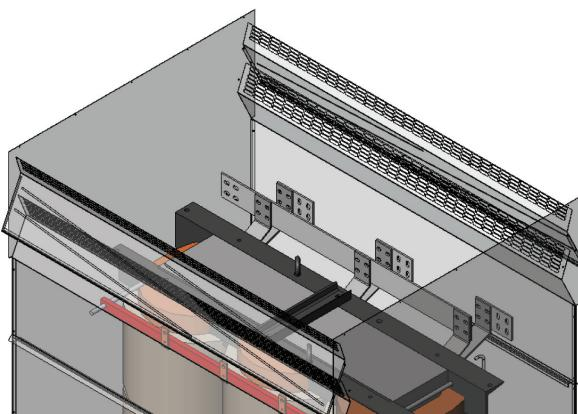
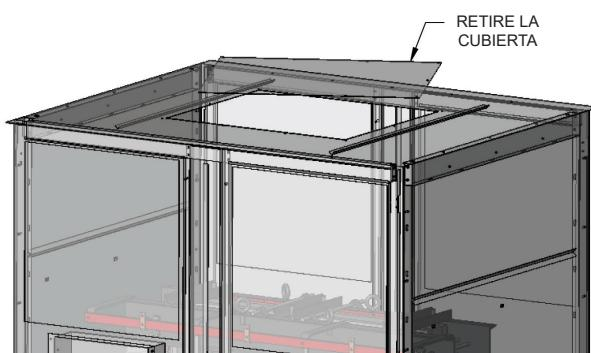

FIGURA 2
FIGURA 3
- (1) Retire el techo del gabinete tipo DH (ver figura 2) o levante la placa de cubierta del techo del gabinete de energía (ver figura 3).
- (2) Inspeccione las armellas o los ángulos de levantamiento y asegúrese de que estén debidamente asentados y bien